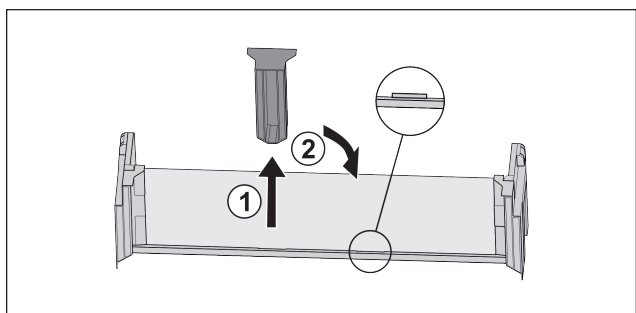

Fig. 26
- Desprindeți piesa de susținere intermediară Fig. 26 (1).
- Introduceți piesa de susținere intermediară la a doua poziție Fig. 26 (2).